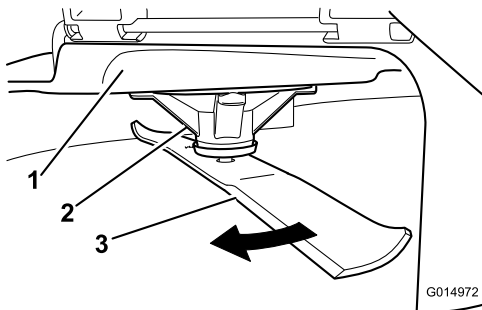

Figura 52
2. Con guantes de acolchado grueso u otro tipo de protección apropiada para las manos, gire lentamente la cuchilla que se va a medir hasta una posición que permita medir eficazmente la distancia entre el filo de corte y la superficie nivelada en la que descansa la máquina (Figura 52).